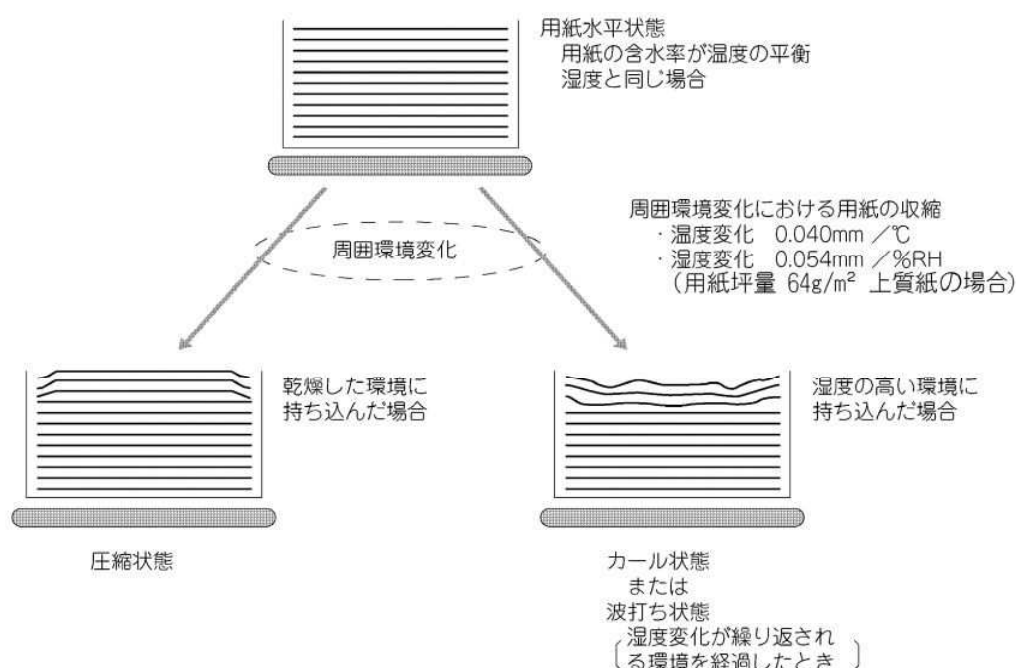

図 3-12 水分量変化による用紙のカール
b) 常温常湿環境から低温低湿環境に用紙を搬入した場合には、乾燥して用紙が上向きにカールする場合があります。（図 3-12 参照）